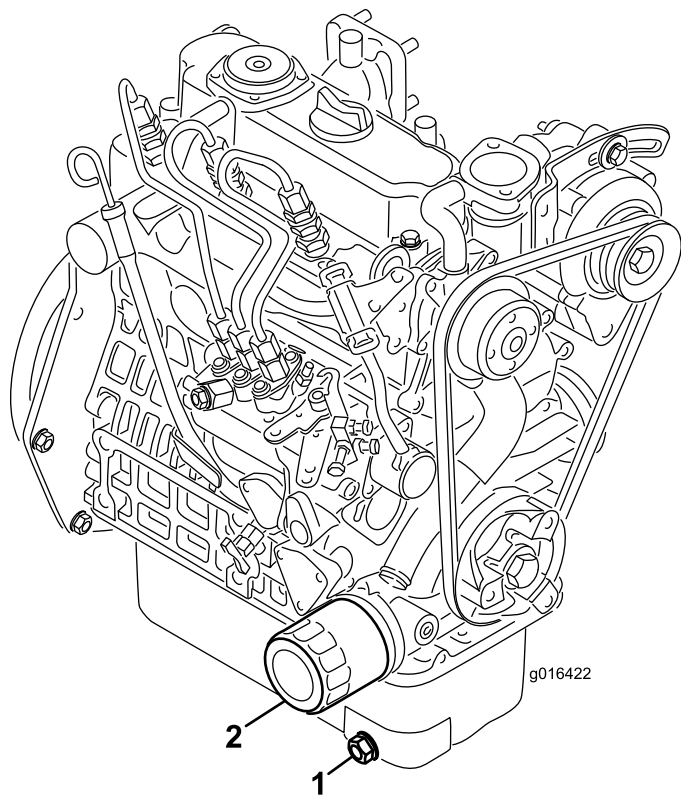

図 33
1. ドレンプラグ 図 33 を外してオイルを容器に受ける。オイルが抜けたらドレンプラグを取り付ける。